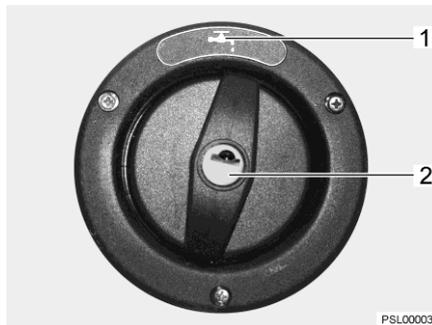

Bild 85 Verschlussdeckel für Trinkwasser-Einfüllstutzen
Der Trinkwasser-Einfüllstutzen ist mit dem Symbol "☞" (Bild 85,1) gekennzeichnet. Der Verschlussdeckel wird mit dem Schlüssel für die Außenklappenschlösser geöffnet und verschlossen.
- Schlüssel in Schließzylinder (Bild 85,2) stecken und eine viertel Umdrehung entgegen dem Uhrzeigersinn drehen.
- Trinkwasser-Einfüllstutzen (Bild 85) öffnen.